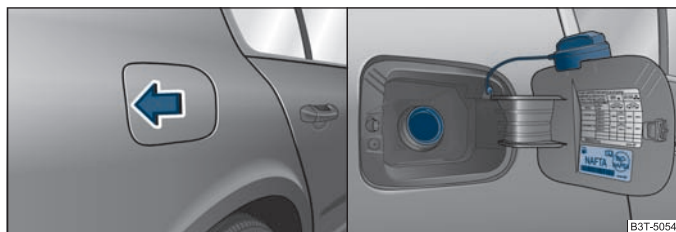

Fig. 179 Partea dreaptă spate a autovehiculului: Deschiderea clapetei rezervorului/ Clapeta rezervorului cu capacul deschis
Autovehiculul dumneavoastră poate funcționa doar cu **benzină fără plumb**, care corespunde normei **EN 228**. Tipurile de benzină se diferențiază prin cifra octanică (COR). Informația referitoare la COR-ul de care are nevoie motorul dumneavoastră se găsește pe partea interioară a clapetei rezervorului ⇒ pagina 211, fig. 179.
- Apăsăți pe partea stângă a clapetei rezervorului ⇒ fig. 179 - stânga.
- Deșurubați capacul spre stânga și așezați-l pe clapetă, în partea de sus ⇒ fig. 179 - dreapta.